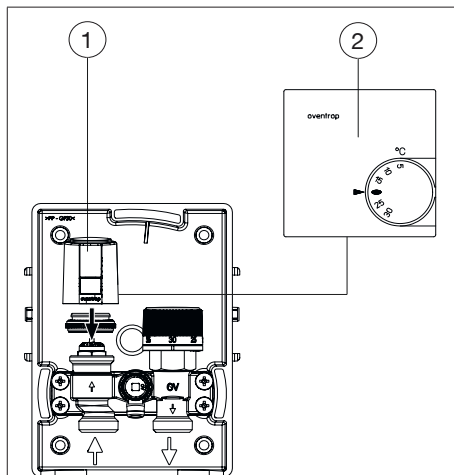

Fig. 11: Montage du thermostat d'ambiance avec moteur
3. Vissez le moteur (voir Fig. 11, page 58 (2)) sur le robinet. Insérez le câble par le perçage dans le boîtier encastrable (voir 6.1, page 55).